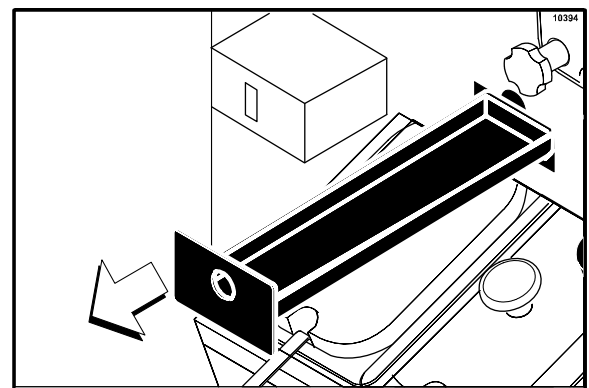

Рисунок 106
9. Снимите длинный сточный желоб с передней панели. Положите его в мойку для очистки. (См. рис. 106)